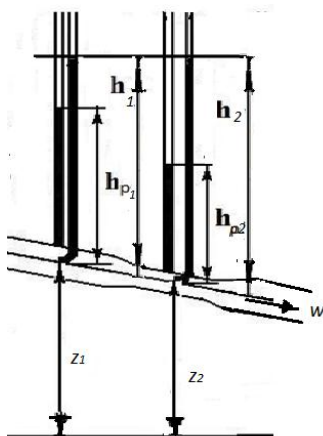

Рис. 6.8
6.19. Вода в количестве $0,04 \text{ кг/с}$ движется в трубопроводе переменного сечения ($d_1 = 44 \text{ мм}$, $d_2 = 22 \text{ мм}$, $z_1 = 100 \text{ см}$, $z_2 = 60 \text{ см}$) (рис. 6.8). Определить показания прямого и изогнутого пьезометров в широком и узком сечениях, если гидростатическое давление в первом сечении $p_1 = 1,05 \text{ бар}$.
6.20. Вода движется в трубопроводе переменного сечения ($d_1 = 40 \text{ мм}$, $d_2 = 20 \text{ мм}$, $z_1 = 100 \text{ см}$, $z_2 = 50 \text{ см}$) (рис. 6.8).